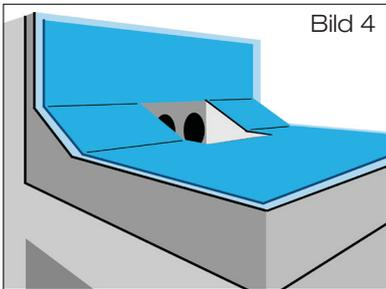

Bild 4
2.4 **Anschlussmanschette** bauseits aus vorhandener Bitumen-Dachdichtungsbahn, Größe: ca. 700 mm x 1000 mm, zuschneiden (Bild 4).